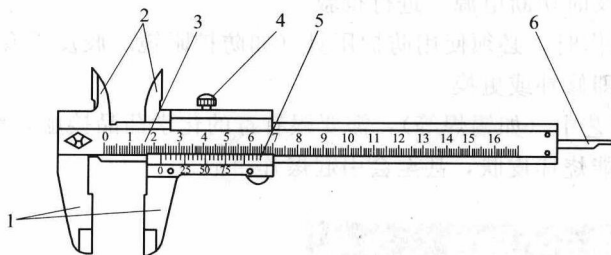

图 1-4 两用游标卡尺结构
① 两用游标卡尺 两用游标卡尺的结构如图 1-4 所示。它由尺身 3、游标 5、紧固螺钉 4 和深度尺 6 组成。